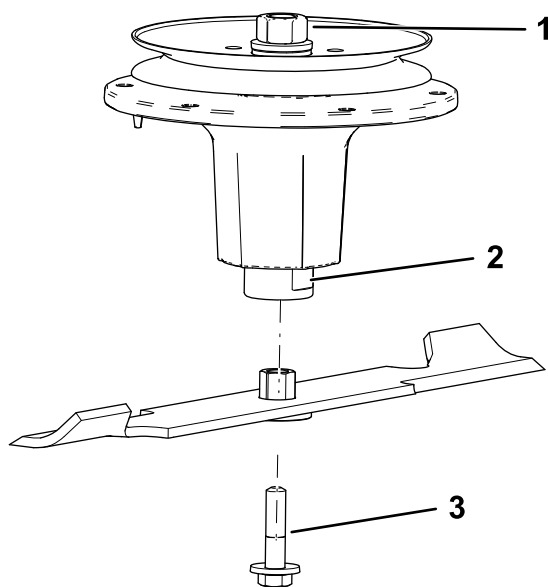

Figura 86
2. Instale el conjunto de casquillo/cuchilla en el eje (Figura 86).